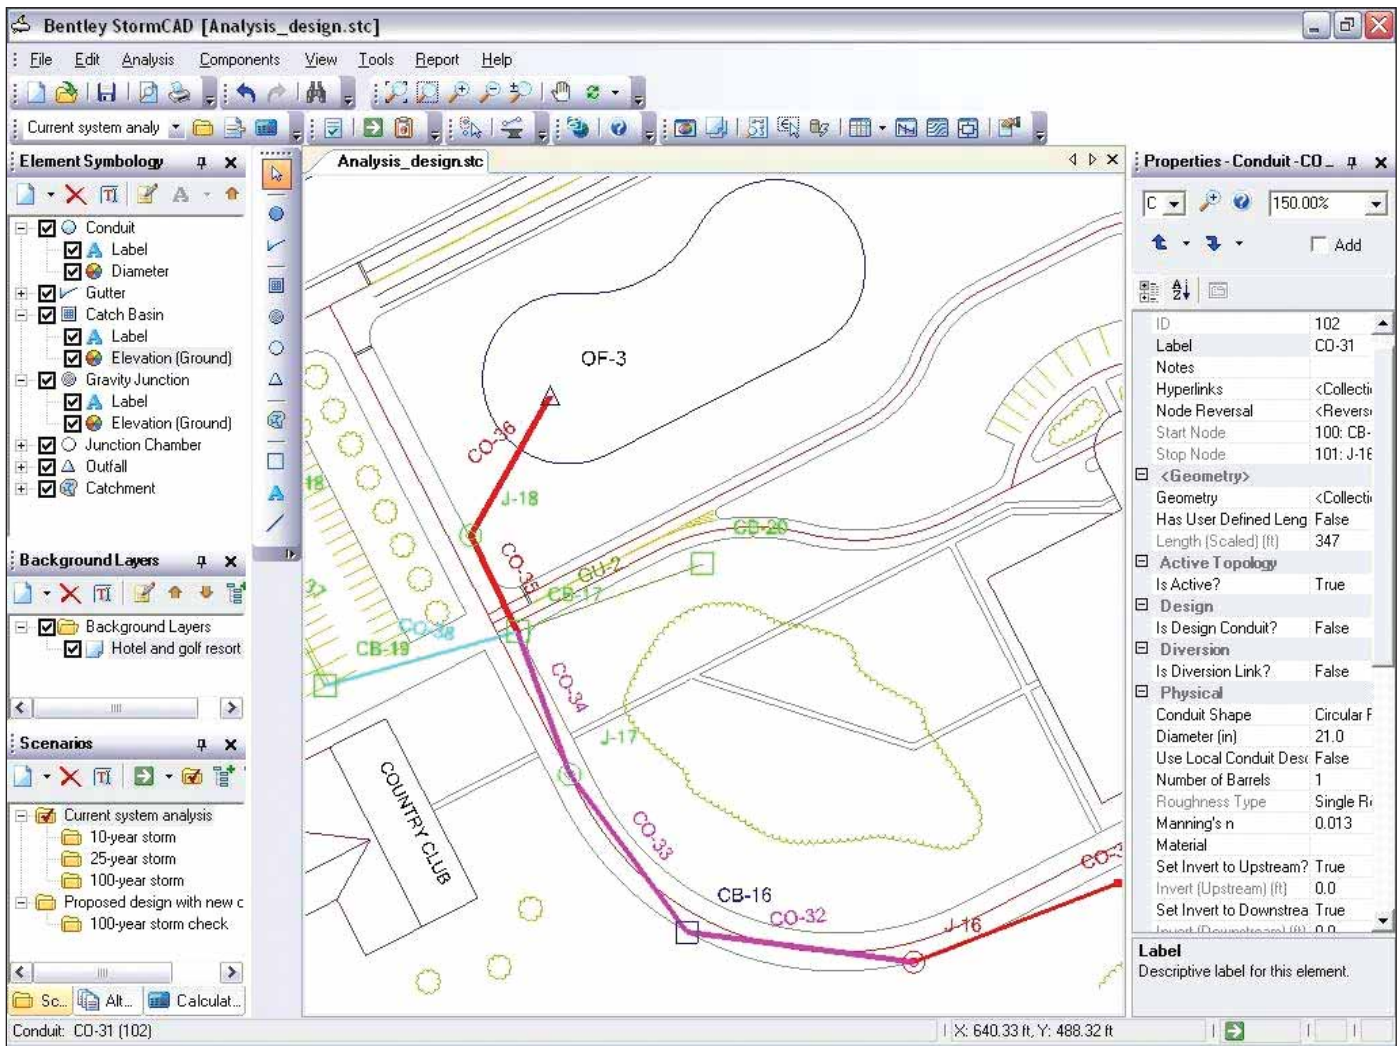

Рис. 7. Интерфейс программы StormCAD
**StormCAD** представляет собой программное обеспечение для комплексной разработки и анализа систем ливневой канализации. Интуитивно понятный интерфейс программы делает как никогда легким процесс проектирования и анализа систем ливневой канализации от уличного стока до водовыпускного отверстия (рис. 7). StormCAD обеспечивает расчеты объема стока, интенсивности входного потока, ливневого стока и движения жидкости в трубопроводе.